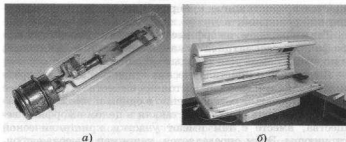

Рис. 76. Кварц используют для изготовления: а — ламп; б — элементов солярия
структуру. Так, если расплавить кристалл кварца (оксида кремния (IV)), то при быстром охлаждении его образуется плавный аморфный кварц, который имеет меньшую плотность, чем кристаллический. Это широко используют при изготовлении различных изделий (рис. 76).